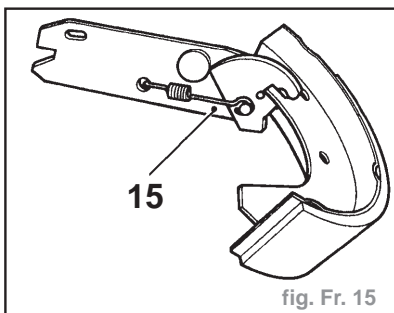

fig. Fr. 15
- Détacher le ressort court (13) de la jambe de force et le déposer du bras oscillant.
- Dégager le segment secondaire du ressort de rappel supérieur (14) et enlever le ressort de rappel du segment primaire.
- Déposer la biellette de réglage (15) du segment primaire en tirant le segment et en étendant complètement la came pour que le segment pivote hors de position (fig. Fr. 15).